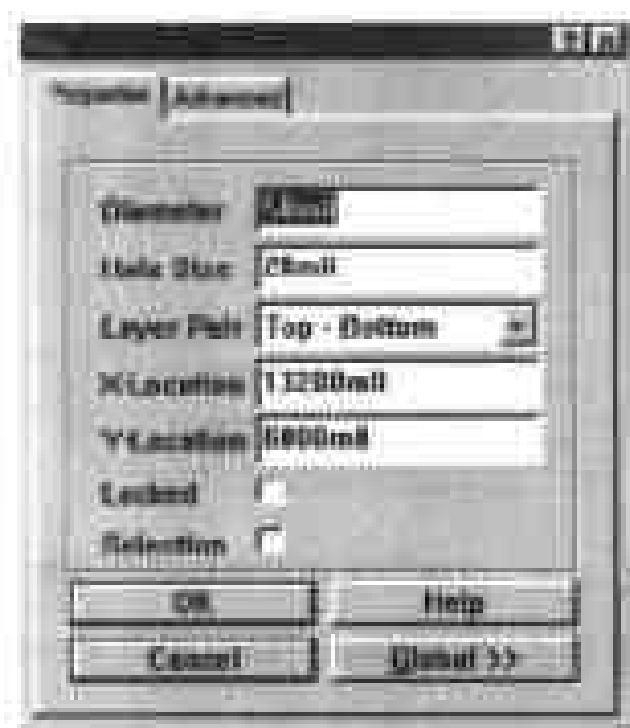
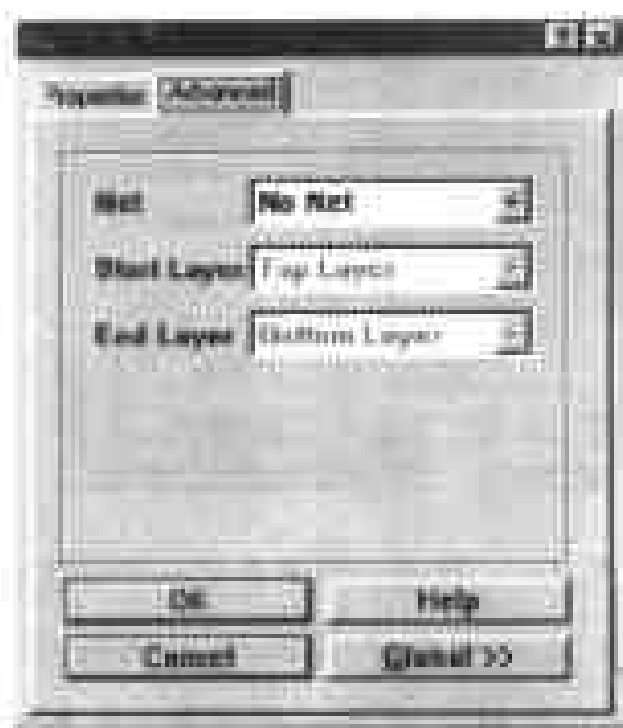

图 7-18 设置过孔属性的对话框
图 7-19 设置过孔高级属性的对话框
(3) 在图纸中双击过孔,即可弹出 Via 对话框,在对话框中单击 Properties 标签,显示出设置过孔属性的选项,如图 7-18 所示。
(4) 在对话框的 Diameter 选项的输入框中输入数值,设置过孔直径,单位为 mil。在 Hole Size 选项的输入框中输入数值,设置过孔中央钻孔的直径,其单位也是 mil。
(5) 单击 Layer Pair 选项的下拉列表框,在弹出的下拉列表中选择 Top-Bottom,指定过孔要连接哪两个板层。
(6) 在对话框的 X-Location 和 Y-Location 选项的输入框中显示出了过孔在图纸中的位置坐标,修改其中的数值,即可调整过孔在图纸中的位置。
(7) 设置了以上选项之后,单击对话框顶部的 Advanced 标签,在对话框中显示出设置过孔高级属性的选项,如图 7-19 所示。